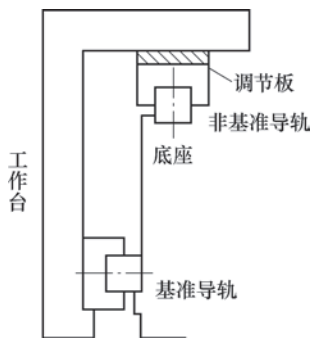

图 6
(5) 混装(见图6)是安装方式的变形,一般用于安装空间有限的场合。装配时,可根据需要修磨调节板尺寸,达到压紧目的,但是安装高精度很困难;同时,横向导轨需要注意润滑管路设计,一般采用侧面润滑。